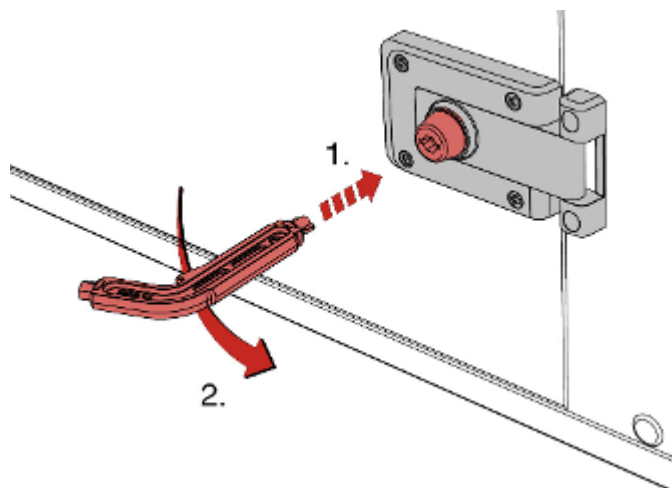

Fig. 49 : Trappe de visite avec verrou de sécurité
- ▶ Introduire la clé spéciale TROX dans le verrou et tourner celui-ci jusqu'en butée dans le sens anti-horaire (Fig. 49).